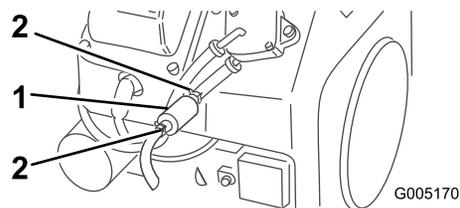

Рисунок 31
4. Сожмите концы шланговых хомутов и сдвиньте их с фильтра (Рисунок 31).
5. Поместите под топливопроводы сливной поддон, чтобы собрать утечки, после чего снимите фильтр с топливопроводов (Рисунок 31).